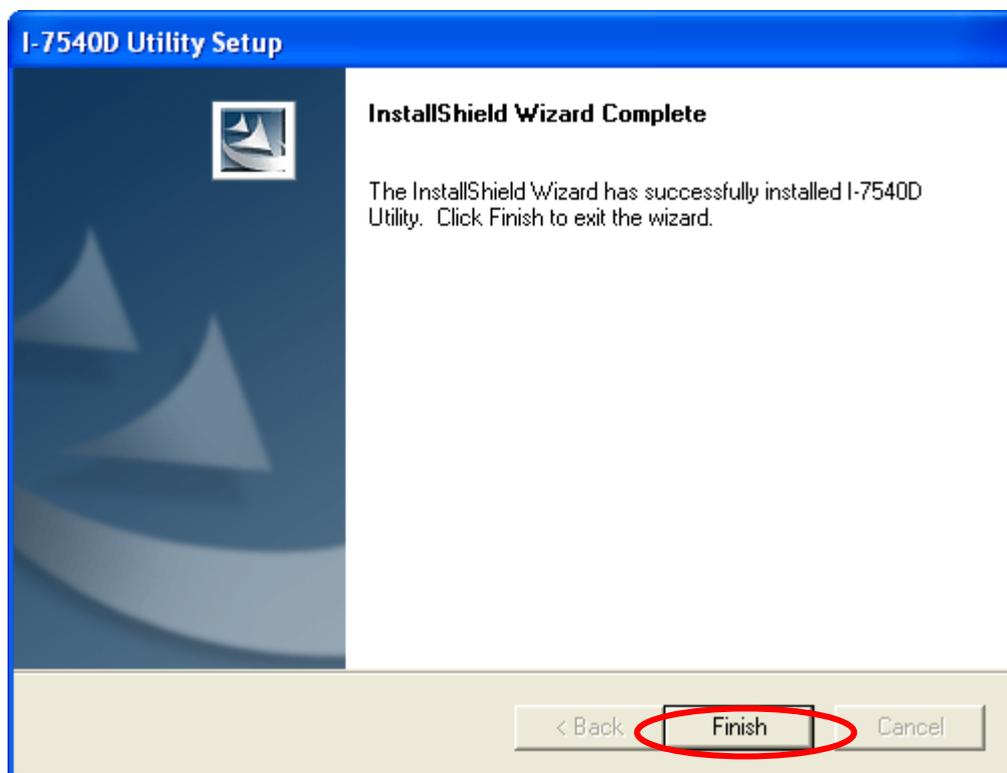

图 3-5: 「安装程序已成功完成」的对话框
**Step 6:** 点击「Install」后，安装精灵开始将 I-7540D Utility 安装至系统内。在结束整个安装作业之后，画面弹跳出「完成」的窗口提示用户，用户可点击「Finish」离开安装程序。其画面如图 3-5 所示。